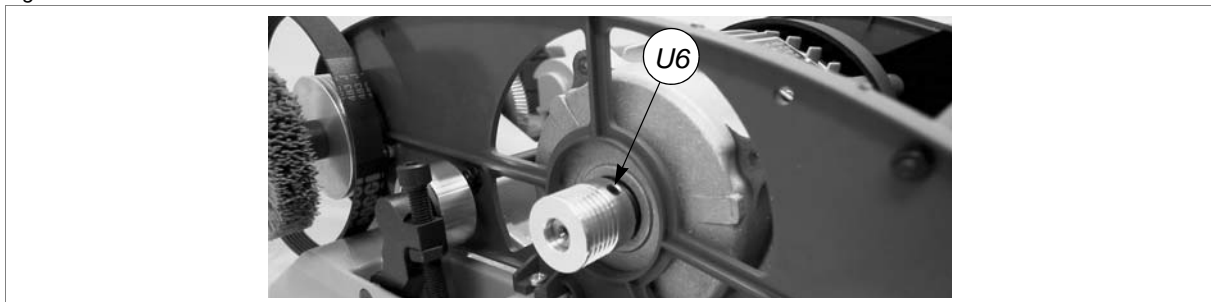

Fig. 36
- 11) Aflojar el tornillo sin cabeza (U6) de la polea motor (fig.36). Quitar la polea y aplicarla al nuevo motor. Bloquearla apretando el tornillo sin cabeza (U6).